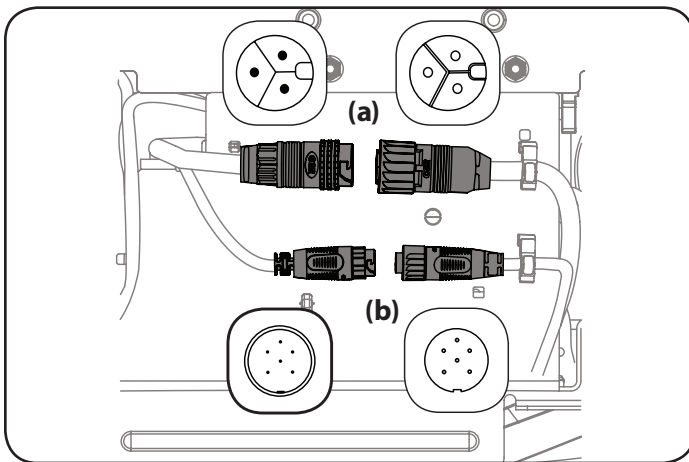
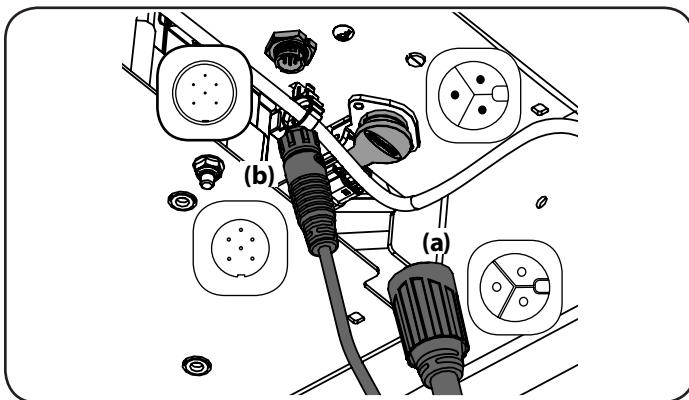

Figura 44
Figura 45
Nota: Su cortacésped puede tener una de dos configuraciones diferentes de conectores de motor de plataforma. Si su cortacésped tiene conectores posicionados horizontalmente, consulte la Figura 44. Si su cortacésped tiene conectores posicionados verticalmente, consulte la Figura 45.
- Desconecte los motores de la plataforma a los adaptadores de la parte derecha o inferior del montable. Conecte siempre el conector más grande primero y, luego, el conector más pequeño. Consulte la Figura 45.